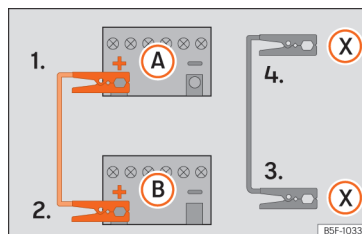

Abb. 45 Anschlusschema für Fahrzeuge mit Start-Stopp-System.
- 4b. Bei Fahrzeugen mit Start-Stopp-System: ein Ende des schwarzen Starthilfekabels (X) an einen geeigneten Masseanschluss, ein massives, fest mit dem Motorblock verschraubtes Metallteil oder an den Motorblock selbst anklammern » Abb. 45.
5. Klemmen Sie das andere Ende des schwarzen Starthilfekabels (X) im Fahrzeug mit der entladenen Batterie an ein mit dem Motorblock verschraubtes, massives Metallteil oder an den Motorblock selbst, aber so weit wie möglich von der Batterie (A) entfernt an.